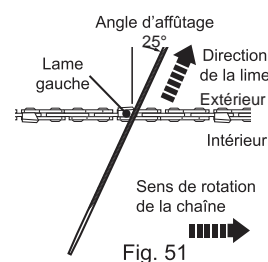

Fig. 51
5. Limez perpendiculairement au guide-chaîne, selon un angle de 25° par rapport au sens de la marche (Fig.51).